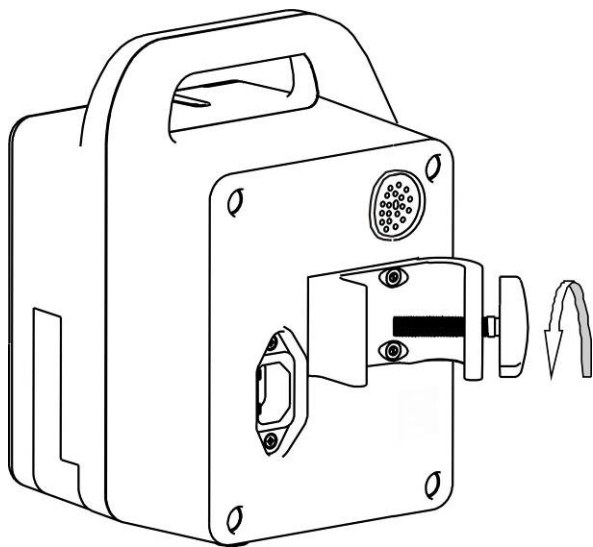

Рисунок 3-2
1. Как показано на рис. 3-2, поверните ручку зажима фиксатора против часовой стрелки, пока фиксатор не раскроется достаточно широко, чтобы в него могла войти стойка.